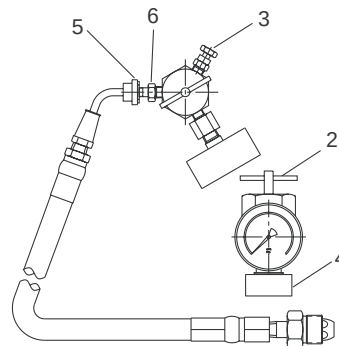

图 1
- (A) 取下保护罩。参见图 1。
- (B) 将充气设备的“T”型手柄(2)完全拧松(顺时针方向)，然后，装上充气组件。
- (C) 关闭放气阀(3)。
- (D) 确保软管不打结或者扭曲，将旋转螺母(4)装到充气阀上并拧紧。
- (E) 将旋转螺母(5)装到充气阀(6)上并拧紧。
- (F) 逆时针方向转动“T”型手柄(2)，直到拧不动为止。
- (G) 打开氮气瓶的阀门，此时可以听到“啪”的一声，然后对蓄能器缓慢充气，直到按钮定位在充油口上；然后，将氮气阀门完全打开。当压力表读数达到期望预充气压力的 110% 以后，关闭氮气阀门。
- (H) 充气后，静放 1~2 分钟，使氮气的温度稳定下来。缓慢地打开放气阀(3)，当充气压力达到期望压力时，关闭放气阀(3)。
- (I) 在蓄能器充气完毕后，沿顺时针方向将“T”型手柄(2)完全拧开；然后，打开放气阀(3)，排出充气设备中的残留压力。
- (J) 夹紧“T”型手柄(2)，使其不能转动，松开螺母(4)，从蓄能器上拆下充气组件。